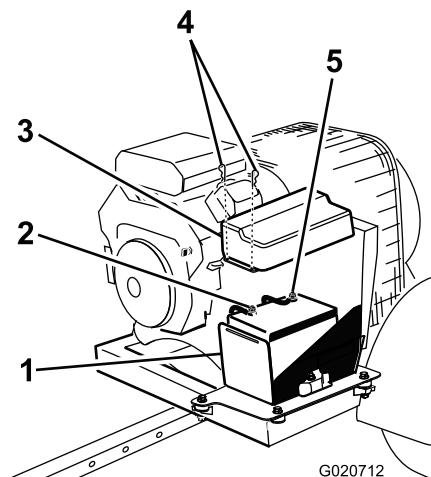

図 5
2. プラス・ケーブル (赤いケーブル) をバッテリーのプラス (+) 端子に取り付ける (図 5)。
3. 黒いケーブル (－) をバッテリーの (－) 端子に取り付ける (図 5)。